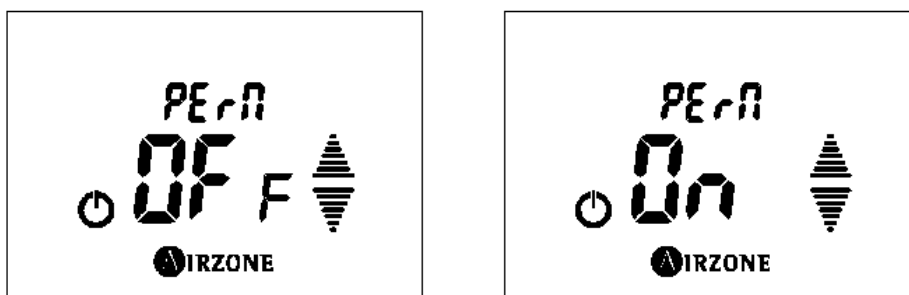

Fig. 82
- **Apertura del canal de asociación radio *PERN*:** Esta opción permite abrir el canal de asociación radio del sistema para la conexión de elementos radio Airzone. Por defecto el canal está cerrado *OFF*. Para abrir el canal de asociación pulse **AIRZONE**, el valor del menú se pondrá a parpadear, esto indica que estamos dentro del menú. Seleccione mediante flechas **▲▼** la opción *On* si desea abrir el canal de asociación y pulse **AIRZONE** para confirmar. Si desea salir del menú pulse **⏻** para volver al menú anterior. (Fig. 82)